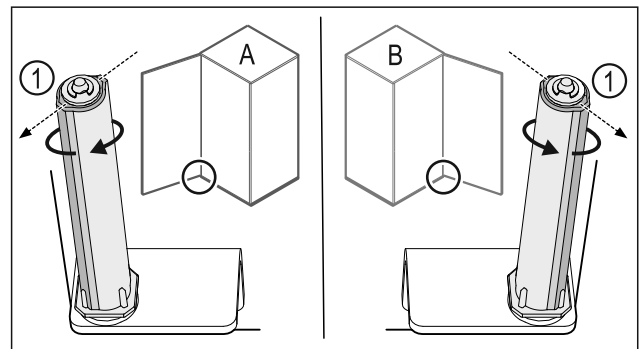

Fig. 36 Linksanschlag (A) / Rechtsanschlag (B)
- ▶ Schließsystem gegen den Widerstand drehen, bis der Steg des Schließsystems Fig. 36 (1) nach außen zeigt.